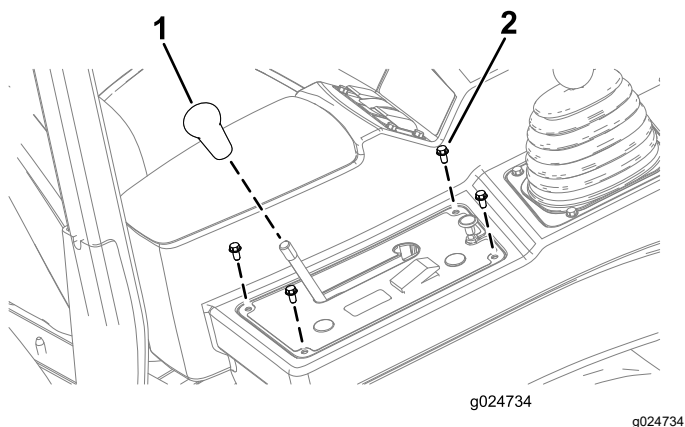

Figura 13
1. Remova o manípulo da barra do bloqueio do diferencial (Figura 13).